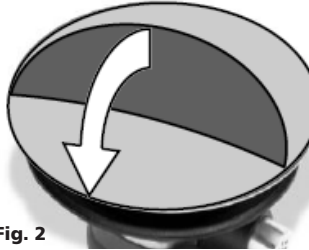

Fig. 2
Înainte de a utiliza echipamentul, puneți câteva picături de ulei în orificiul de admisie a aerului (C) al sculei pneumatice. Alegeți padul de șlefuire corect după cum este necesar și montați-l pe placă (fig. 2).